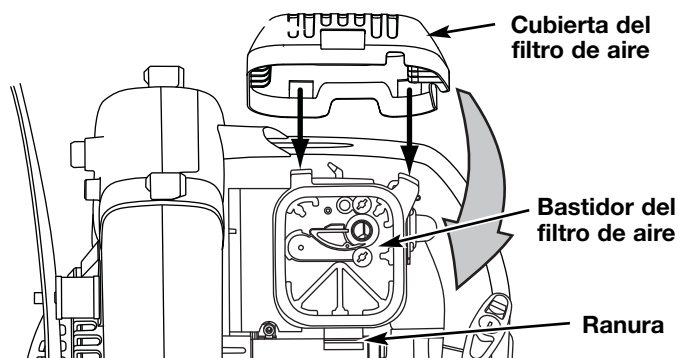

Fig. 28
8. Mueva la cubierta hacia la izquierda hasta que la orejeta del filtro de aire calce en su lugar en la ranura de la placa posterior (Fig. 28).
2. Suelte el gatillo y deje que el motor funcione en mínima. Si el motor se para, inserte un destornillador Phillips pequeño en el orificio de la cubierta del motor (Fig. 28).